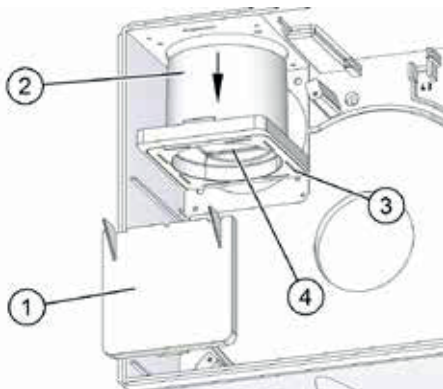

Abb. 26: Umbau von U nach U-H – Teil 1
- Entfernen Sie die Verschlussplatte (Pos. 1 in Abb. 26).
- Ziehen Sie den Anschlussstutzen (Pos. 2 in Abb. 26) mit dem Klappenträger (Pos. 3 in Abb. 26) nach unten heraus.